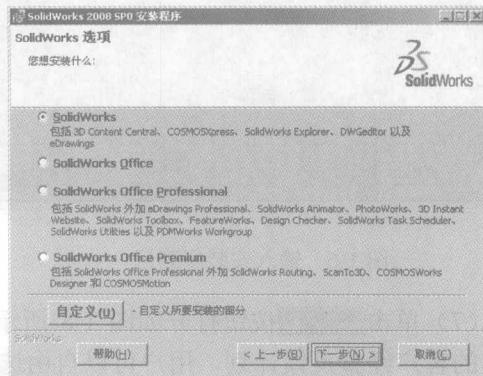
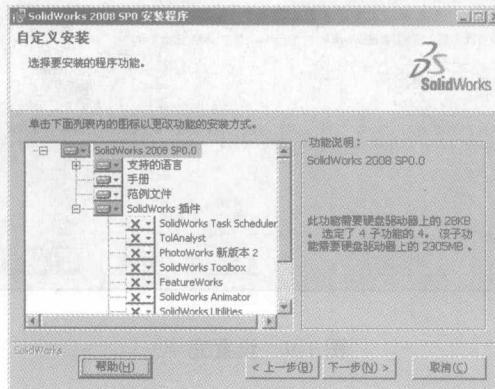

图 1-3 选择安装模块
图 1-4 自定义安装模块
(3) 单击 **下一步(N)>** 按钮打开如图 1-3 所示的安装设置界面，选取要安装的组件。单击其中的 **自定义(U)** 按钮切换到如图 1-4 所示的安装界面，用户可以根据不同的需要定制所要安装的模块。